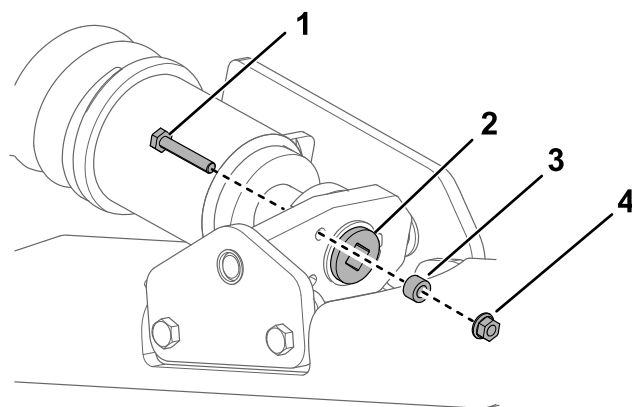
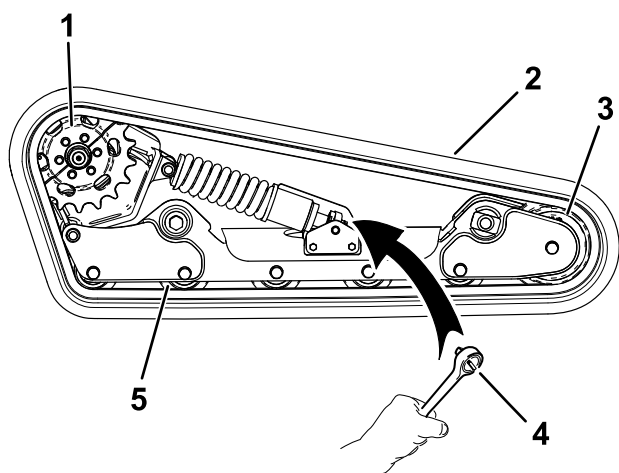

Рисунок 57
Рисунок 61
4. Удалите зажимной болт, проставку и гайку (Рисунок 57).
6. Совместите ближайшую выемку в натяжном винте с отверстием в зажимном болте и закрепите винт при помощи зажимного болта и гайки (Рисунок 57).
7. Удалите стопорный болт, проставку и гайку (Рисунок 57).
8. Используя ключ с храповым механизмом на $\frac{1}{2}$ дюйма, ослабьте натяжение привода, вращая натяжной винт по часовой стрелке (Рисунок 57 и Рисунок 61).
14. Проложите новую гусеницу вокруг переднего катка, затем вокруг ведущей ступицы на стороне, где снято ведущее колесо (Рисунок 61).
15. Протолкните гусеницу под опорные катки и одновременно между ними и проложите ее вокруг рамы (Рисунок 61).